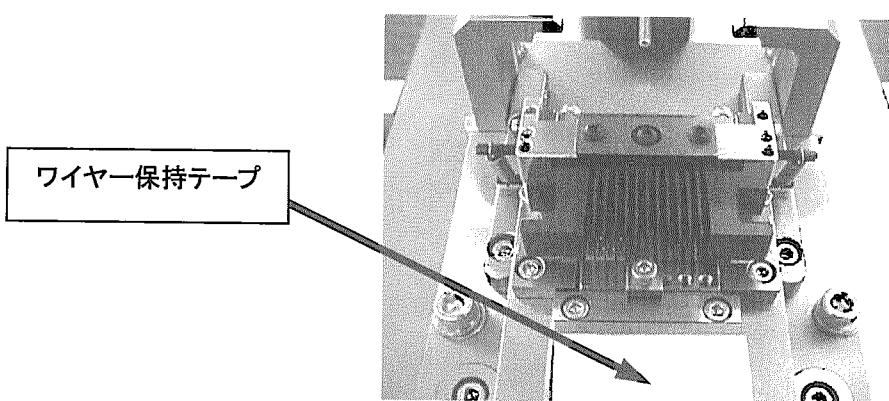

Fig. 6-4
## (3) ワイヤー保持テープ交換 &lt;Fig. 6-4&gt;
- ① コネクタセット部手前側に貼り付けてあるワイヤー保持テープを剥がして下さい。
- ② 日東電工 No.523 同等品両面テープを3センチ×2センチ程度の大きさにカットし、剥がしたテープと同様の位置に貼り付けて下さい。